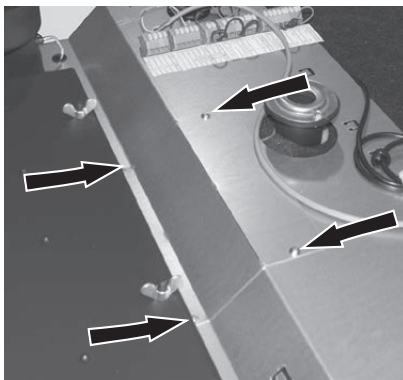
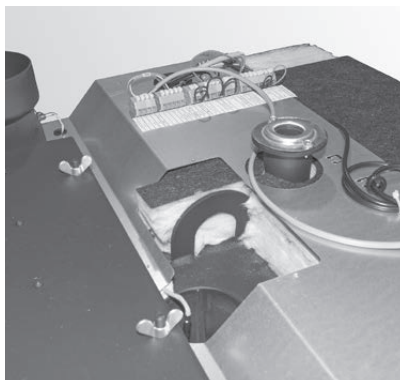

Fig. 14 Rimuovere le 4 viti autofilettanti e la copertura sopra il golfare per il trasporto
Fig. 15 Golfare per il trasporto
- c) sollevando la caldaia con una gru agganciata all'occhiello – Fig. 14–Fig. 15.
In alternativa è possibile sollevare la caldaia dal pallet anche con l'ausilio del golfare per il trasporto presente nella parte superiore della caldaia – Fig. 14.
- Rimuovere le 4 viti autofilettanti e la copertura sopra il golfare per il trasporto – Fig. 15.